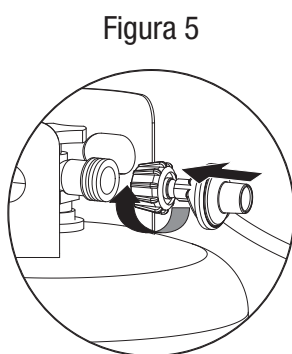

Figura 5
Conectar el tanque de gas propano líquido (PL) (Figura 5)